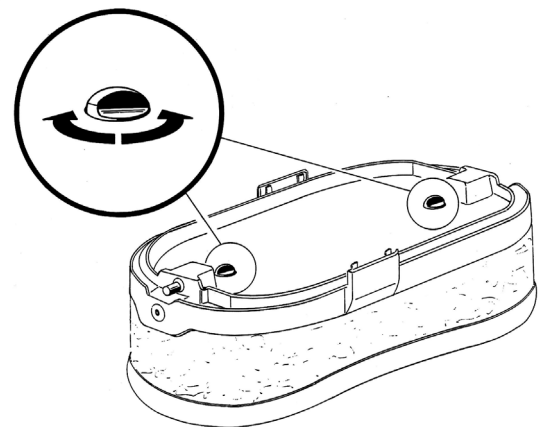

figura 2
**10** Es posible impedir la remoción de la tapa girando los selectores situados en la parte inferior. (ver figura 2)